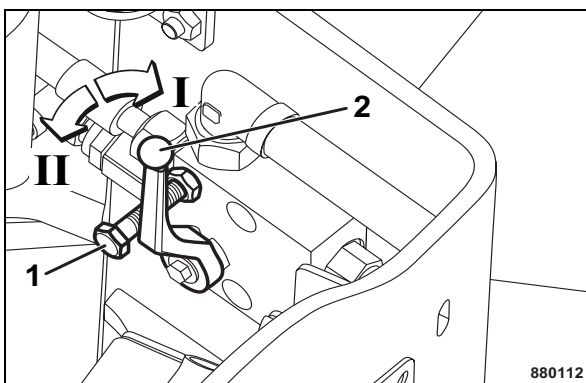

Fig. 109
- Tourner à nouveau la manette du robinet à boisseau (2) (Fig. 109) sur position "I", revis-